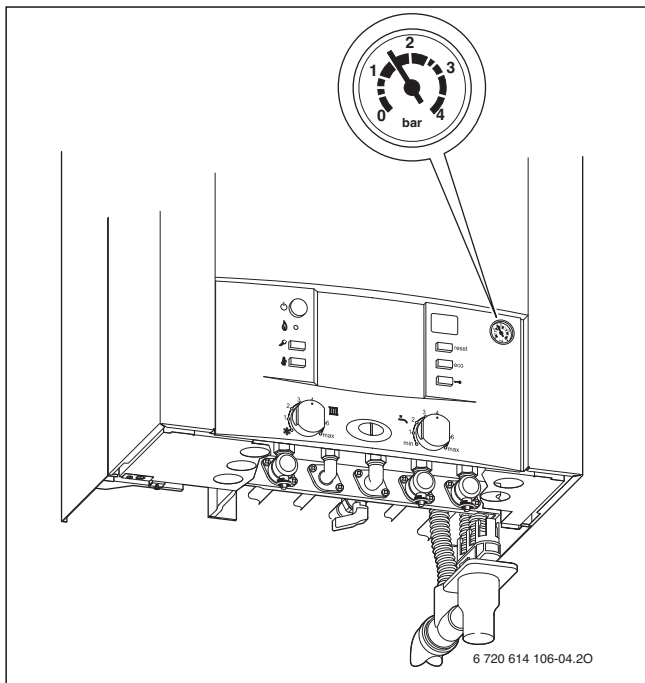

Fig. 5
- ▶ Ad impianto freddo la lancetta del manometro deve trovarsi fra 1 e 2 bar (→ fig. 5).